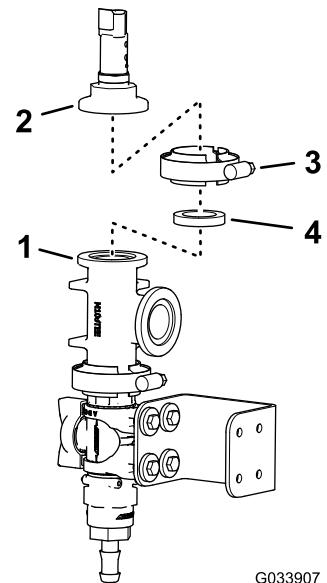

Figura 17
7. Monte o transdutor de pressão na união em T com uma junta e uma braçadeira flangeada e aperte a braçadeira à mão (Figura 17).